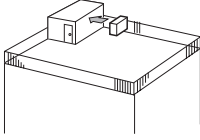

Fig. 2-3
- ① Hava çıkışını, en yakındaki duvara doğru, duvardan yaklaşık 35 cm uzaklıkta olacak şekilde yerleştirin. (Fig. 2-3)